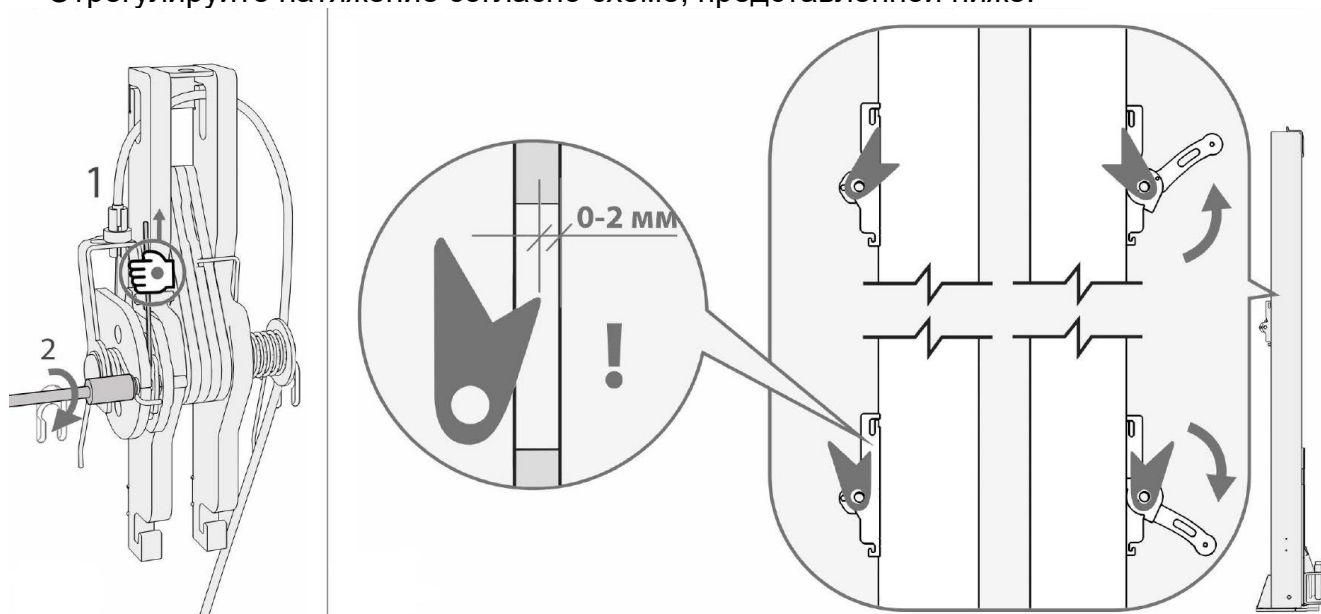

Рисунок 9
6.6 Поднимите каретки и установите их на фиксаторы на высоте около 460 мм от пола, затем установите тросы системы синхронизации кареток (см. рисунок 9) и убедитесь, что тросы правильно расположены на блоках. Верхний блок собрать согласно схеме, представленной ниже на рисунке 10.